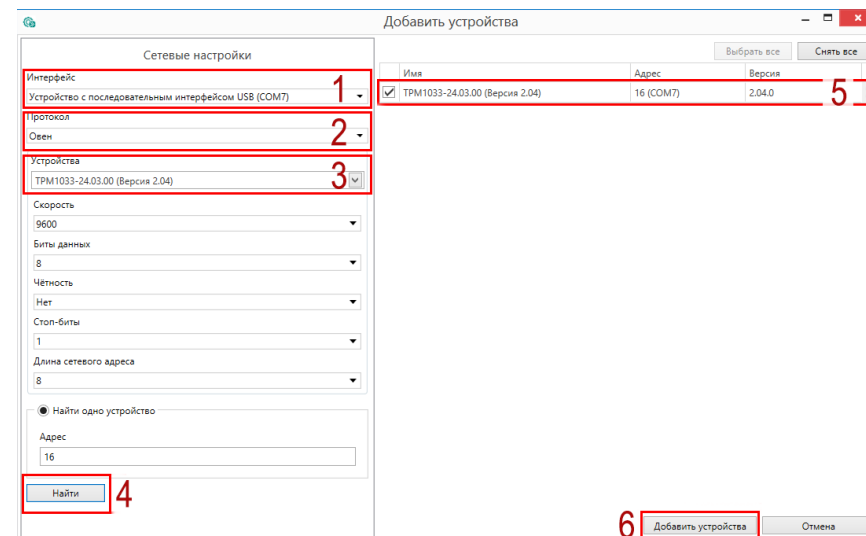

Рисунок 11.1 – Настройки связи с устройством
6. Выбрать интерфейс «Устройство с последовательным интерфейсом USB» (см. рисунок 11.1, 1). Номер COM порта, присвоенный прибору можно узнать в Диспетчере устройств Windows.
7. Выбрать протокол **ОВЕН** (см. рисунок 11.1, 2).
8. Выбрать устройство (Пункт 3 на рисунок 11.1). Модификация прибора указана на боковой стороне прибора.
9. Выбрать «Найти одно устройство», если добавляется один прибор. Запустить поиск нажатием на кнопку «Найти» (см. рисунок 11.1, 4).
10. Выделить найденное устройство (см. рисунок 11.1, 5).
11. Добавить устройство в проект Конфигуратора по нажатию кнопки «Добавить устройства» (см. рисунок 11.1, 6).
1. Нажать на кнопку  **Обновить устройство** в контекстном меню выбранного устройства или в главном меню. Откроется диалоговое окно для смены встроенного ПО устройства. Допускается обновление одного или нескольких устройств. Устройства следует выделить в области устройств (см. рисунок 11.1, 5) и выбрать **Обновить устройство** в контекстном меню или главном меню.